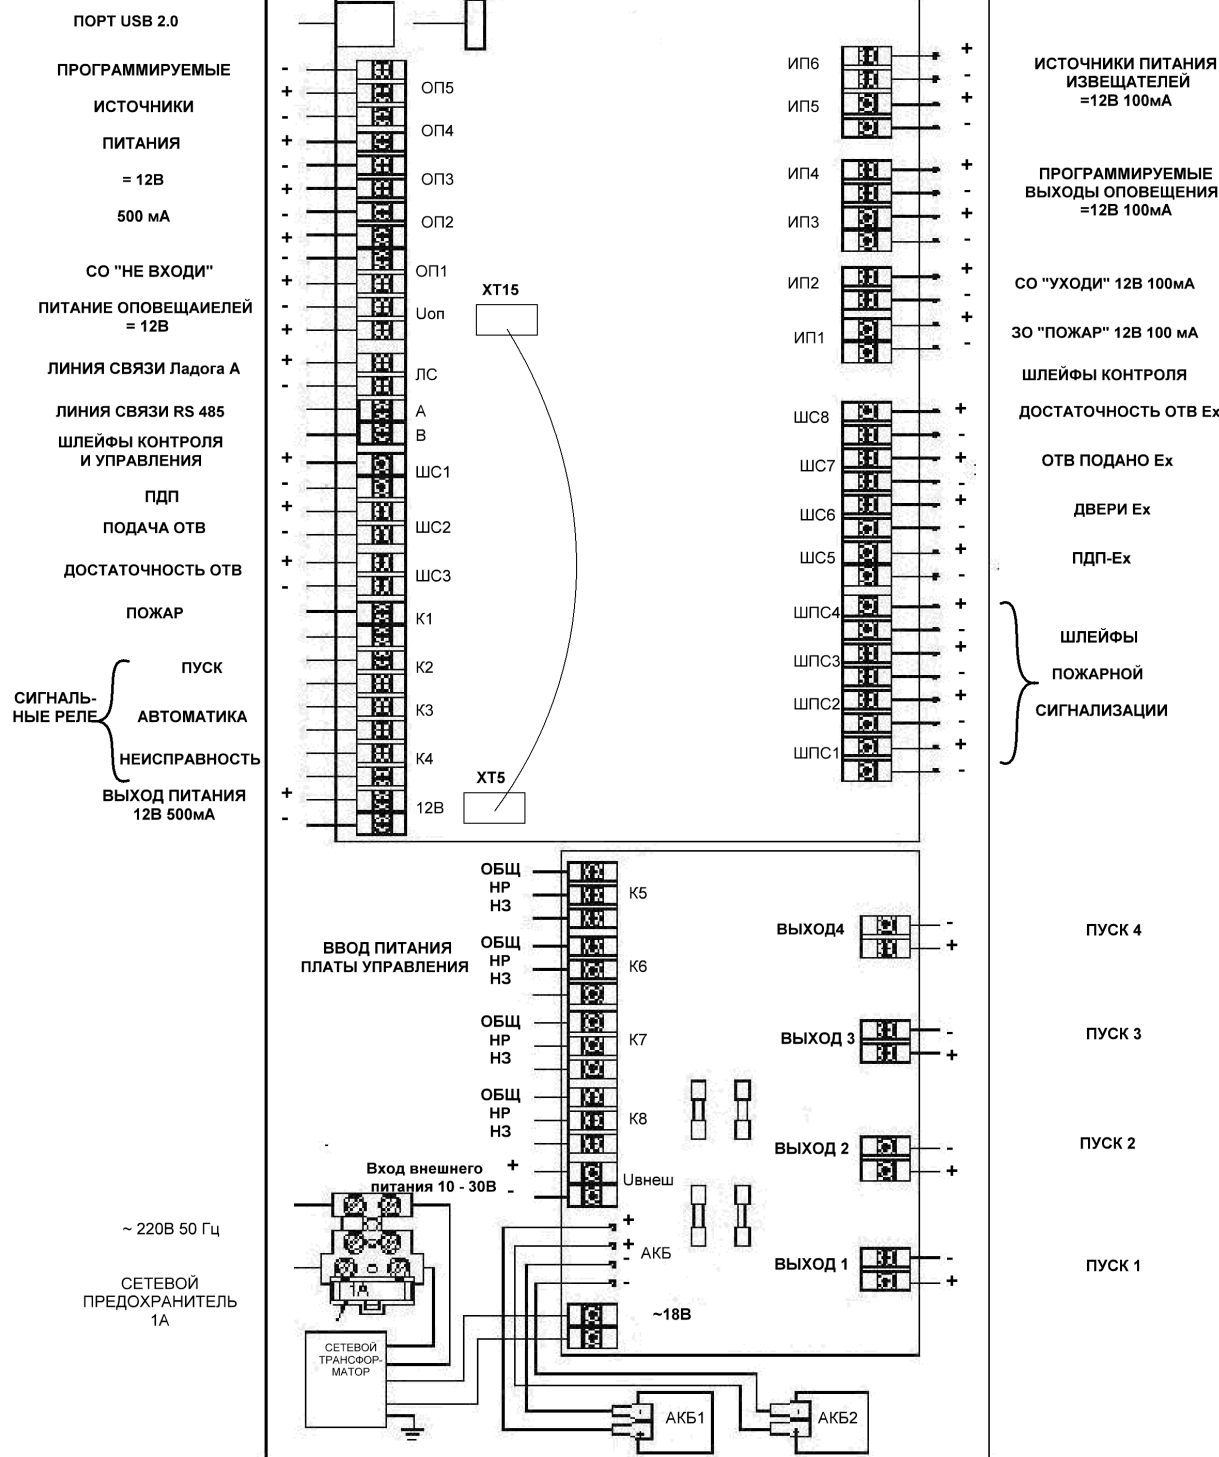

Рисунок 3 – Расположение внешних выводов прибора.
4.2 Расположение внешних выводов прибора представлено на рис. 3